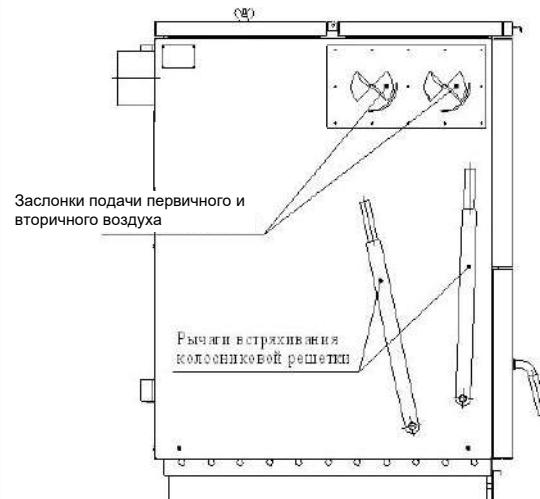

Рис. 20 Заслонки первичного и вторичного воздуха 60-100 кВт
- Для котлов типа 12-45 кВт первичный и вторичный воздух подаются через регулируемую воздушную заслонку дверцы зольной камеры. Для котла типа 60-100 кВт – через заслонки, расположенные на боковых стенах котла (см. Рисунок 20);
- Установить рычаг встряхивания колосниковой решетки в рабочее положение (См. рис. 20,22)